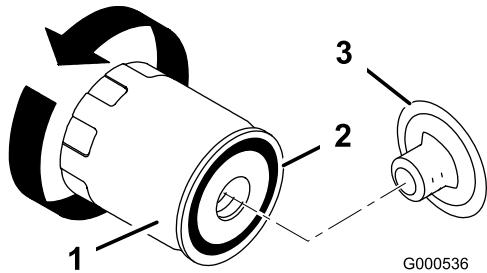

Bild 37
- Wechseln Sie den Ölfilter bei Bedarf (Bild 37).
- Entfernen Sie den Altfilter und wischen die Dichtfläche am Anbaustutzen (Bild 37) ab.
- Ölen Sie die Gummidichtung am Ersatzfilter (Bild 37) leicht mit Frischöl ein.
- Setzen Sie den ErsatzölfILTER auf den Anbaustutzen auf. Drehen Sie den Ölfilter nach rechts, bis die Gummidichtung den Anbaustutzen berührt. Ziehen Sie ihn dann um eine weitere 1/2 bis 3/4 Umdrehung fest (Bild 37).